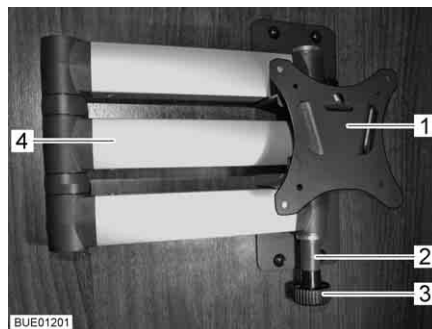

Bild 52 Fäste med ledad arm
- Dra i låsknappen (Bild 52,3). Den ledade armen (Bild 52,4) är upplåst.
- Vrid tillbaka den platta bildskärmen till utgångsläget, tills fästet (Bild 52,1) hakar fast i låset (Bild 52,2).